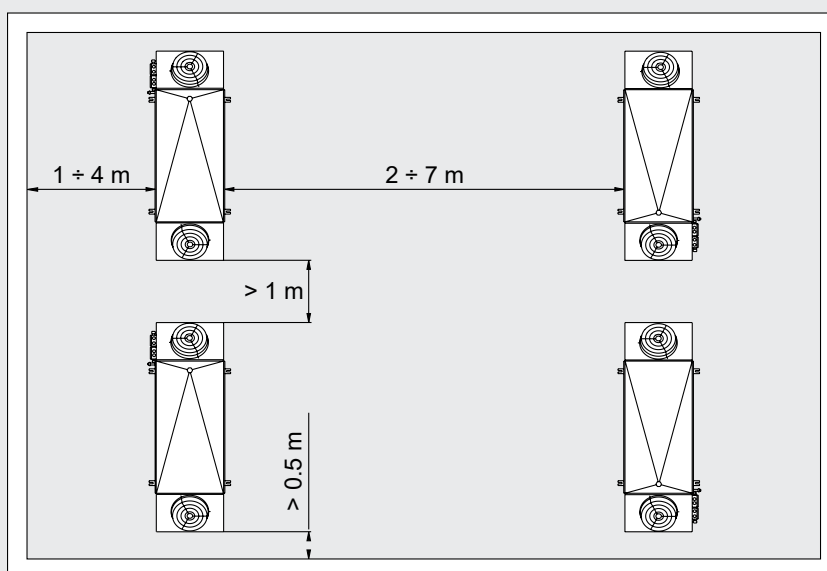

Figura 4
- 6.9 Assicurare un volume libero adeguato (circa il 30% del volume interno della cella) per una corretta circolazione dell'aria in aspirazione e scarico. Rispettare la distanza minima per togliere e inserire le resistenze. Nel caso di installazione di più aeroevaporatori nella medesima cella frigorifera o sala di climatizzazione rispettare le distanze riportate in "Figura 4".